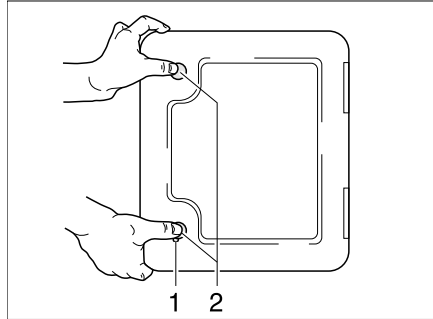

Bild 163 Klappe für die Toiletten-Kassette
- Die Klappe für die Kassette außen am Fahrzeug öffnen. Dazu den Schlüssel in den Schließzylinder des Druckschlösses (Bild 163,1) stecken und eine viertel Umdrehung drehen.
- Beide Druckschlösser (Bild 163,2) gleichzeitig mit dem Daumen drücken und die Klappe für die Kassette öffnen.